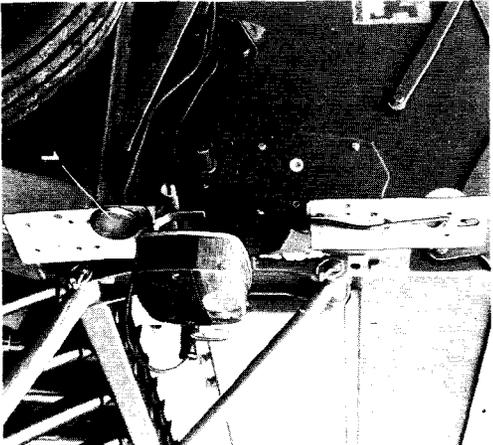

Fig. 65
- Die gesetzlich zugelassene Beleuchtung auf die seitlich befestigten Leuchenträger aufstecken (Fig. 65), und zwar oben in Fahrrichtung und unten für die Beleuchtung nach hinten. Drillmaschine nur so hoch anheben, daß der Abstand von der Fahrbahn zu den Rückstrahlern (Fig. 65/1, 66/1) 900 mm nicht überschreitet. Die Figur 66 zeigt die fest montierte Beleuchtung (Bestell-Nr. 30690), die auch auf dem Feld nicht abgenommen wird.